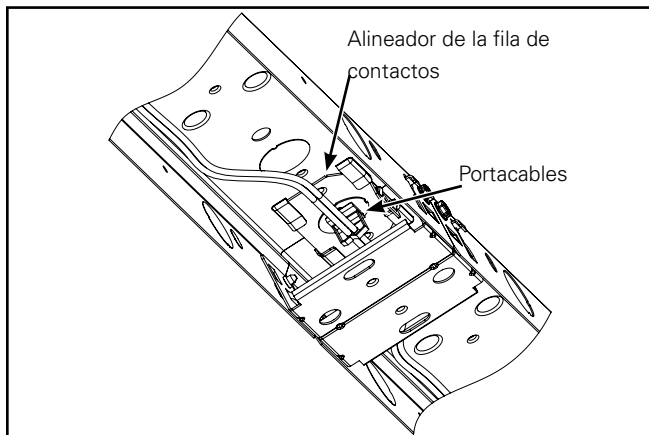

Figura 5.
6. Inserte el arnés en el portacables si corresponde (Figura 5.).